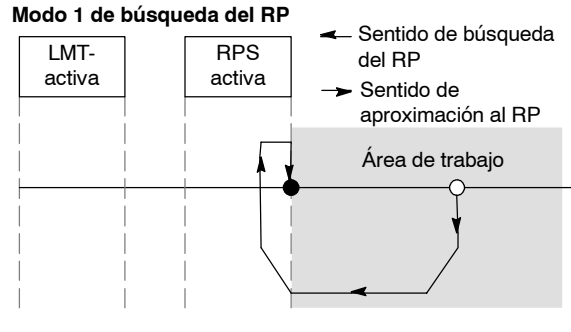

Figura 9-16 Secuencia estándar de búsqueda del RP (diagrama simplificado)
- El módulo de posicionamiento incorpora un sensor del punto de referencia (RPS) que se utiliza para buscar el RP. El RP se identifica utilizando un método para ubicar la posición exacta, conforme al sensor del punto de referencia (RPS). El RP puede estar ubicado en el centro del área RPS activa, en el borde de esa área, o bien a un número determinado de impulsos cero (ZP) del borde de esa área.
Es posible configurar la secuencia que utiliza el módulo de posicionamiento para buscar el punto de referencia (RP). La figura 9-16 muestra un diagrama simplificado de la secuencia de búsqueda estándar del RP. Las opciones siguientes pueden seleccionarse para la secuencia de búsqueda del RP: